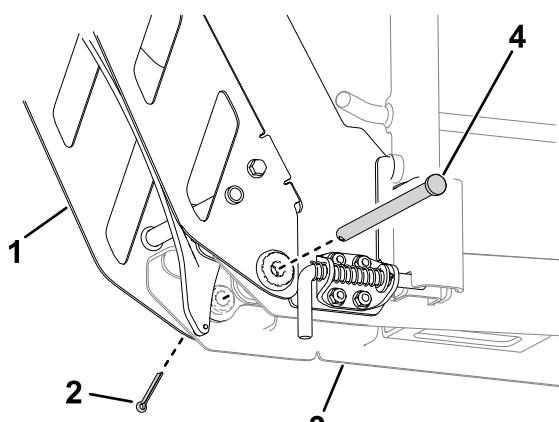

Figura 16
10. Utilizzate un perno girevole e una coppiglia per fissare il gruppo rampa al gruppo guida (Figura 16).